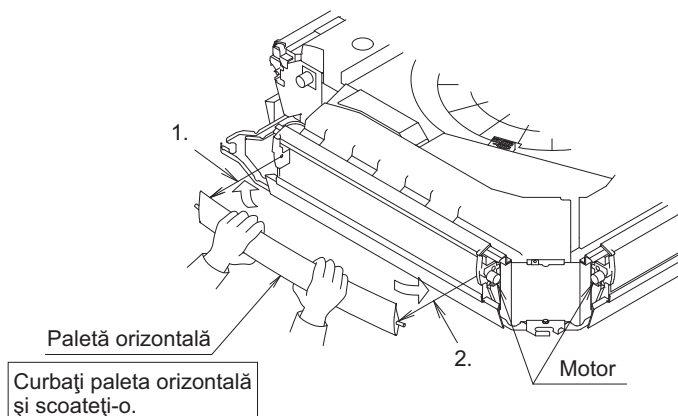
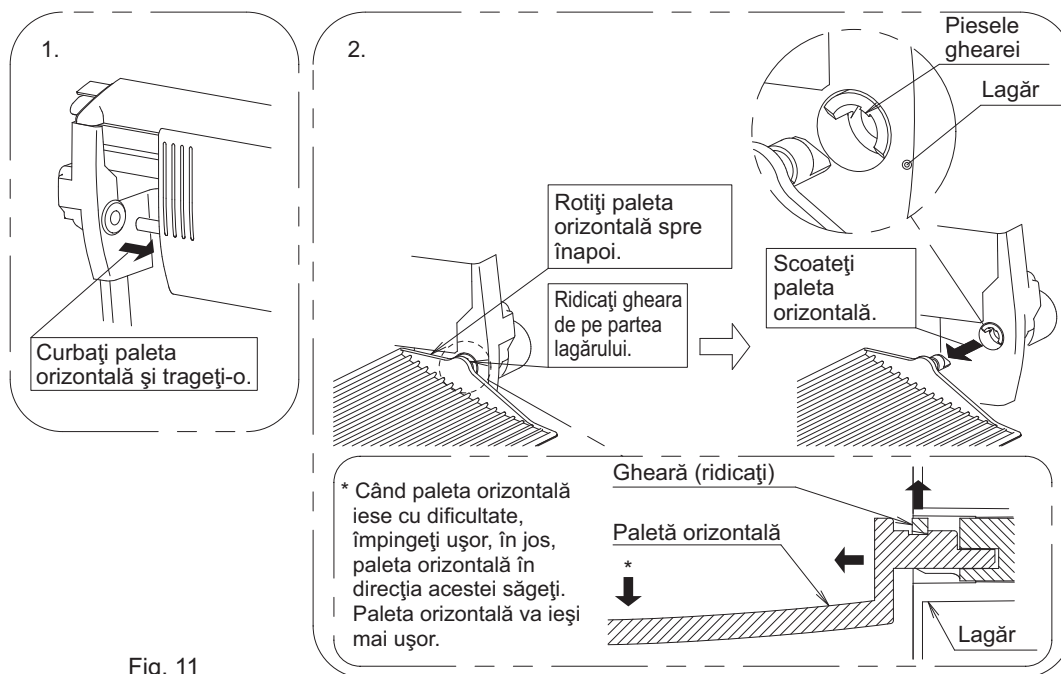

Fig. 10
Fig. 11
(1) Îndepărtați paleta orizontală a orificiului de evacuare a aerului care va fi blocat. (Consultați Fig. 10 și Fig. 11)